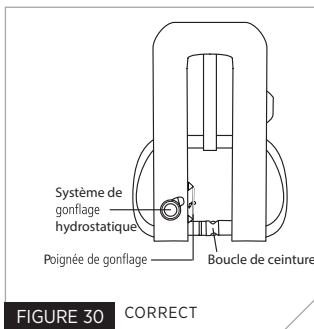

FIGURE 30 CORRECT
10) Assurez-vous que la poignée de gonflage est à l'extérieur du gilet replié. La figure 30 montre un gilet de sauvetage correctement replié.